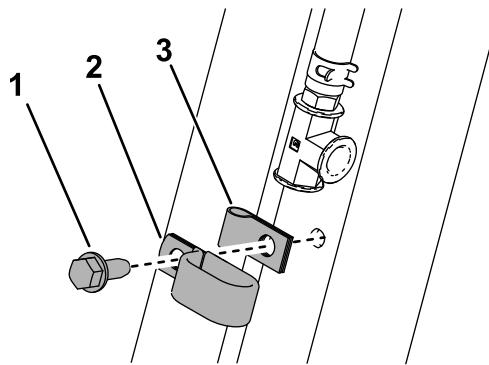

Figura 8
- Instale provisionalmente el clip, la abrazadera en R grande y el perno ($\frac{1}{4}$ " x $5/8$ "), como se muestra en la Figura 8.